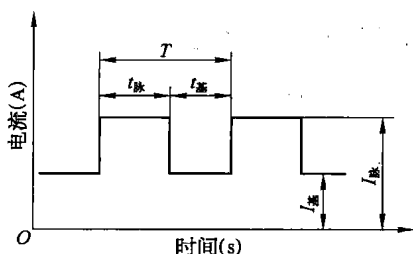

图 1-5 脉冲电流波形(方形波)示意图
(1) 脉冲电流波形。通过脉冲装置形成的脉冲,电流波形有多种形式,最常用的是方形波,如图1-5所示。